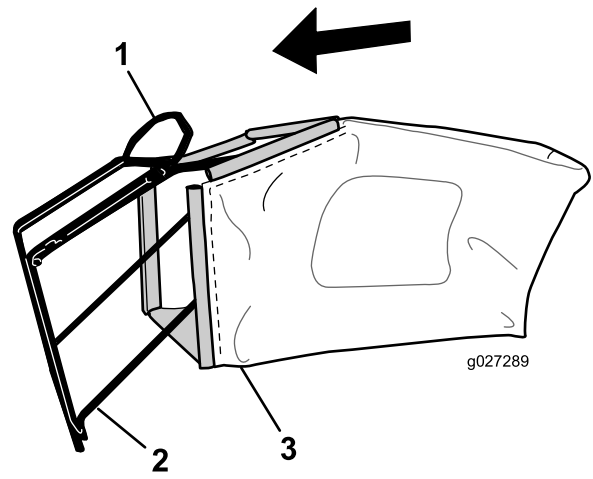

Figure 9
Remarque: Ne faites pas passer le bac sur le guidon (Figure 9).
1. Glissez le bac sur l'armature, comme montré à la Figure 9.